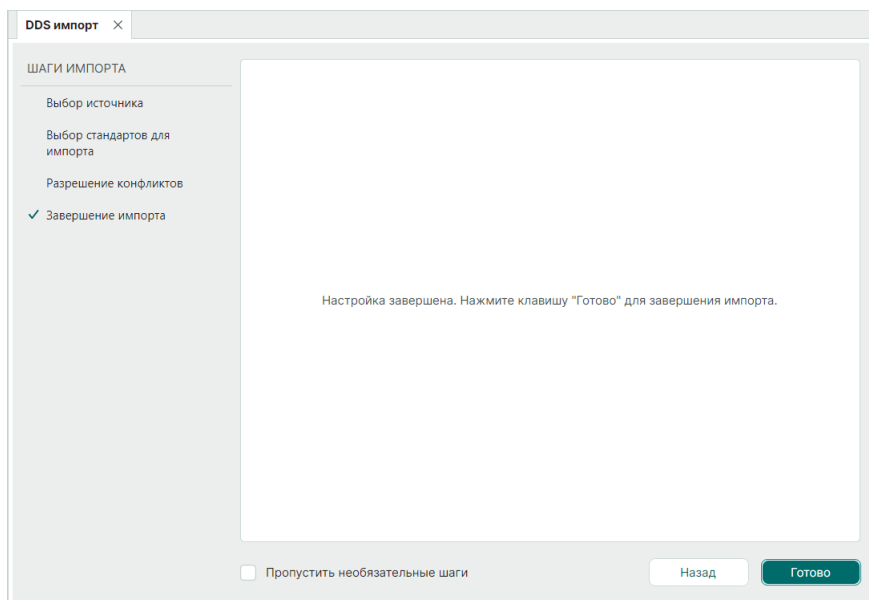

Рис. 18 Завершение процесса импорта
6. Нажмите «Готово» для завершения процесса импорта, см. Рис. 18.